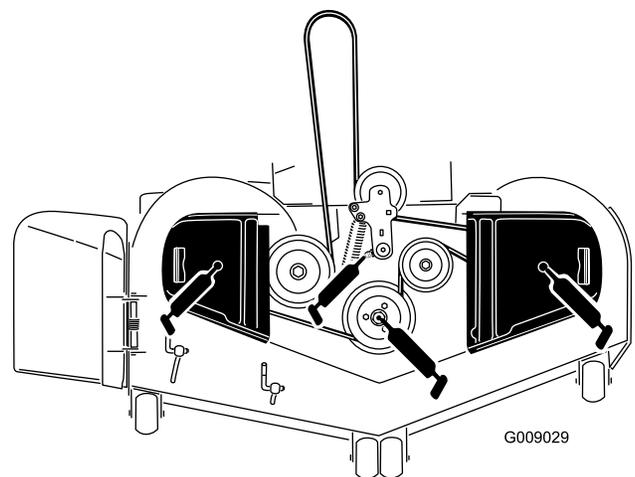

Bild 46
5. Fetten Sie den Drehzapfen der Mähwerkspannscheibe ein, bis Fett unten austritt (Bild 46).
6. Fetten Sie die drei Spindellager ein, bis das Fett aus den unteren Dichtungen austritt (Bild 46).
- Fetten Sie den Spannarm des Treibriemens ein (Bild 46).